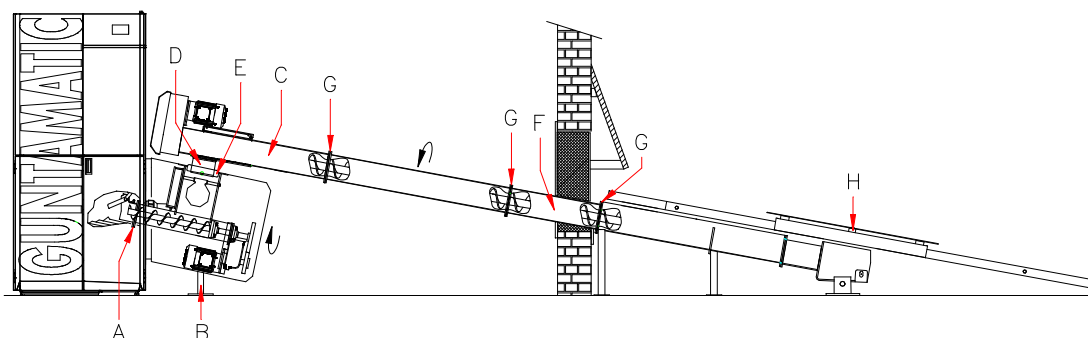

Fig. 4
4. Una volta smontato l'alimentatore meccanico, introdurre la tenuta di ingresso di (A) (fig. 4) tra l'alimentatore meccanico e la flangia della caldaia e avvitare con 4 pezzi di viti a testa esagonale M08x30 rondelle per lamiera e dati. Svitare il piede di sostegno (B) (fig. 4) sull'alimentatore meccanico in modo da scaricare l'unità. Collegare il cavo ventilatore di accensione, TKS, indicatore livello di riempimento, motore tagliafuoco, sensore alimentatore meccanico, azionamento G1 e A1.
5. Appoggiare l'unità motrice (C) (fig. 4) sull'unità alimentatore meccanico e ruotare in direzione del magazzino. La sfera (D) fig. 4 dell'unità motrice deve essere a tenuta d'aria e trovarsi nella guarnizione in gomma (E) dell'unità alimentatore meccanico.
6. Premontare i trogoli coclea necessari a pavimento. La vaschetta fornita di serie da 0,55 m (F), vedere fig. 4, deve essere sempre montata nell'area dell'apertura alla parete. Avvitare saldamente le singole vaschette con viti a testa esagonale M08x30, rondelle di sicurezza e dadi, senza giunzioni nella parte interna della vaschetta. Collegare i pezzi della coclea in modo tale che la parte montante (G) fig. 4 continui senza interruzioni e giunzioni. Infine inserire la coclea di distribuzione premontata nell'unità motrice (C) fig. 4 e serrare.
7. Accoppiare l'agitatore (H), vedi fig. 4, alla coclea di distribuzione, facendo attenzione che il montante della coclea (G) fig. 4 continui a funzionare senza interruzioni né urti.